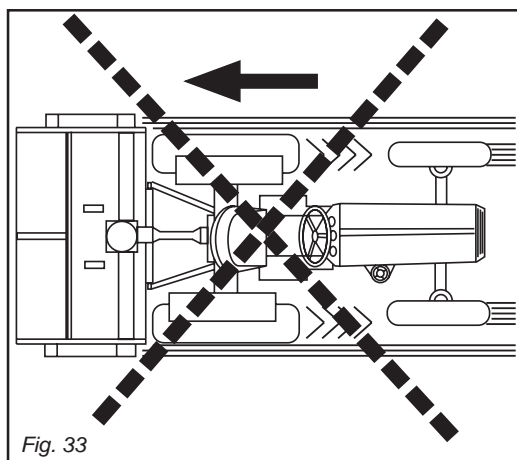

Fig. 33
*While at work, avoid working in reverse gear or taking curves with the machine lowered (Fig. 33).*
En phase de travail, éviter d'effectuer des virages quand la machine est abaissée et surtout de travailler en marche arrière (Fig. 33).
*Während des Betriebs sollten Kurven bei abgesenkter Maschine, sowie Arbeiten im Rückwärtsgang vermieden werden (Abb. 33).*
Durante el trabajo, no efectúe curvas cuando la máquina esté baja, ni mucho menos marcha atrás (Fig. 33).